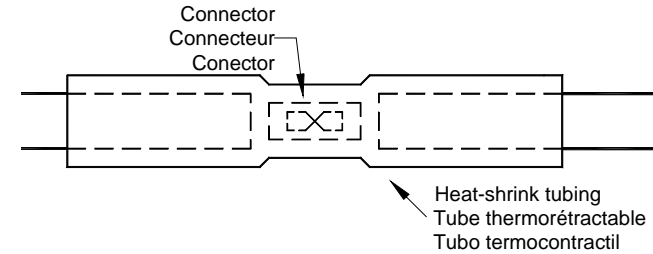

Fig. 3
- 5) Centrer le tube thermorétractable sur la connexion (Fig. 3) et chauffer le tube avec une bonbonne à souder (la chaleur d'un briquet ou d'une allumette ne sera pas suffisante)
- 5) Centre el tubo termocontráctil sobre la conexión (Fig. 3) y calentar el tubo con un soplete (El calor de un encendedor o de un cerillo es insuficiente)